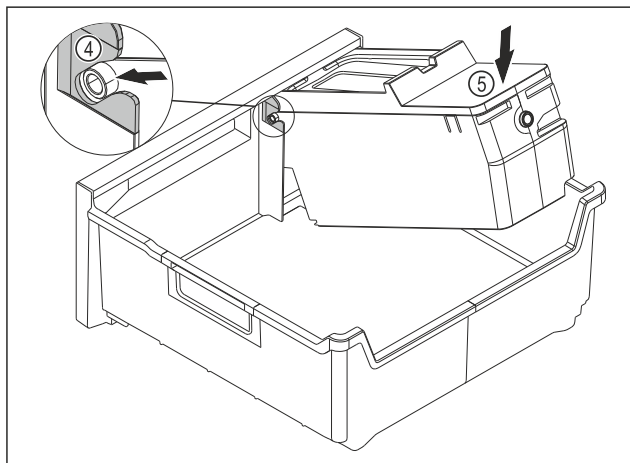

Fig. 175
- ▶ Montáž korpusu EasyTwist-Ice: Osy korpusu EasyTwist-Ice zasuňte do vedení Fig. 175 (4).
- ▶ Stlačte korpus EasyTwist-Ice Fig. 175 (5) vzadu dolů.